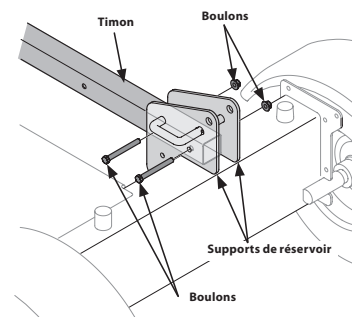

Figure 3
9. La fendeuse étant toujours fixée au fond de la boîte, enlevez les deux boulons et les écrous des supports du réservoir. Retirez le morceau de bois qui se trouve entre les supports. Voir Figure 3.
10. Alignez les trous du timon avec ceux des supports du réservoir et fixez l'attache avec la quincaillerie retirée à l'étape 9. Voir Figure 3.